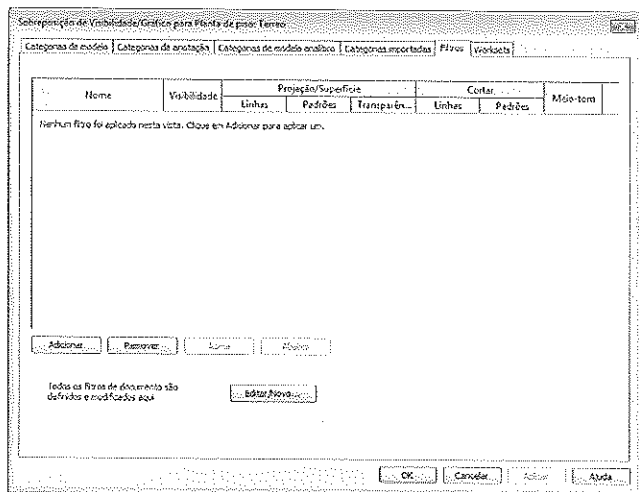

Figura 7.88 – Seleção por filtros.
- **Por filtro:** permite filtrar elementos pelas suas propriedades; por exemplo, podemos selecionar todas as paredes de um certo fabricante com determinada altura ou todas as paredes do tipo **exterior** com uma determinada espessura. Isso facilita muito a seleção e a definição de visibilidade para um grupo de objetos que deva ter representação semelhante. Ao selecionar **Filtros**, aparece a janela da Figura 7.88, na qual configuramos o filtro. Selecione **Editar/Novo** e dê um nome ao filtro.